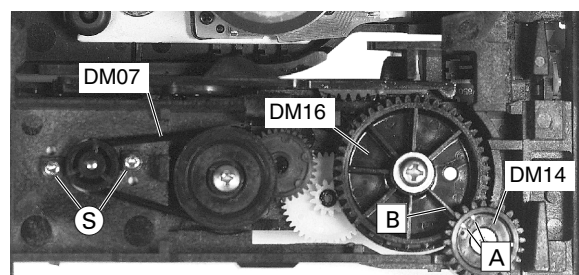

Fig. 9
- Insert a thin screw driver through the hole ③ (Fig. 9), push the slider about 2cm in inward direction then pull out the tray.
- Zahnrad DM14 (Fig. 9) so drehen, dass zwischen den Markierungen **Ⓐ** der Steg **Ⓑ** des Zahnrades DM16 gegenüber steht.
- Riemen DM07 (Fig. 9) abnehmen.
- 2 Schrauben **Ⓢ** (Fig. 9) herausdrehen und Lademotor herausnehmen.
- Turn the toothed wheel DM14 (Fig. 9) so that it faces on the rib **Ⓑ** the toothed wheel DM16 between the marks **Ⓐ**.
- Remove the belt DM07 (Fig. 9).
- Undo the 2 screws **Ⓢ** (Fig. 9) then remove the loading motor.